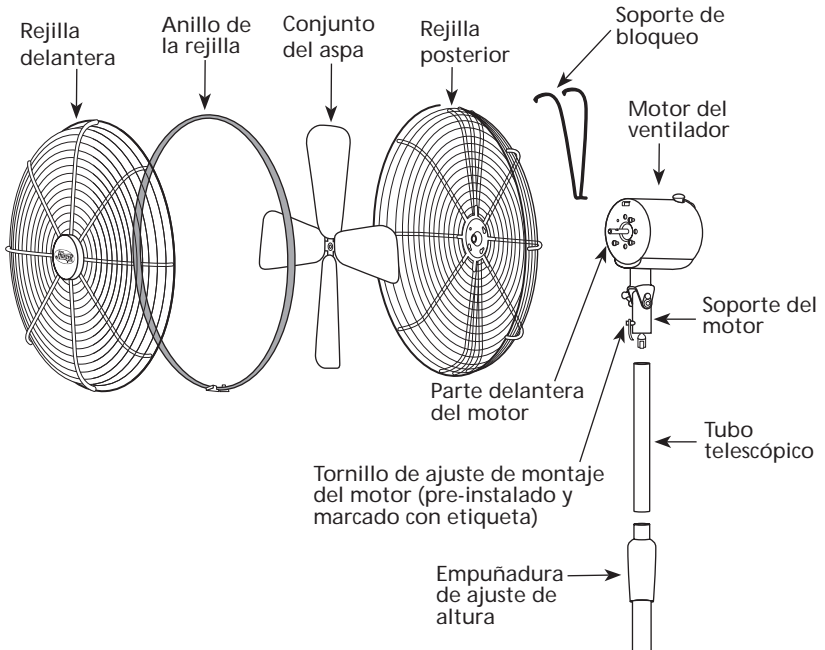

FIGURA 3
14. Afloje la empuñadura de ajuste de la altura en el tubo telescópico girándola en sentido antihorario. Vea la Figura 3. Levante el tubo telescópico aproximadamente 10 pulgadas (25 cm). Gire la empuñadura de ajuste de altura en sentido horario para fijar la altura del tubo telescópico.
15. Retire el tornillo de ajuste del soporte del motor (pre-instalado y etiquetado) y guárdelo para su reinstalación posterior. Vea la Figura 3.
17. Inserte la parte roscada del tubo telescópico en el soporte del motor. Vea la Figura 3. Gire el motor o el tubo telescópico para apretar la unión, y reinstale el tornillo de ajuste del soporte del motor para sujetar el motor al tubo telescópico.